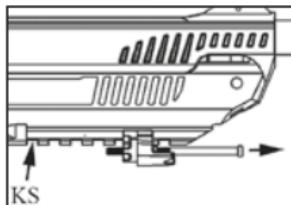
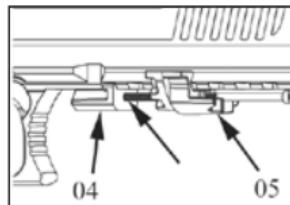

Рисунок 9
Рисунок 10
Как указано на (Рисунке 8.), вставьте винт за номером «05» на растяжной части за номером «03», соблюдая соответствующих направлений, так, что конец винта вышел на 7-8 мм. Растяжная часть за номером «03», которая изготовлена согласно (Рисунку 8.), должна быть размещена в нижний пикантин пистолета, как указано на (Рисунке 9.); здесь тоже надо соблюдать соответствующие направления, так, что головка винта должна быть в направлении выстрела с пистолета. Как указано на (Рисунке 10.), привинчивание к части за номером «03» должно быть выполнено так, что конец винта за номером «05» был вставлен в отверстие, которое находится на части за номером «04»; здесь следует соблюдать за тем, что он был вставлен в последнем отверстии пикантин канала (Рисунок 9.) (KS), в противном случае, сборка не будет успешной (Рисунок 10). Как указано на (Рисунке 11.), сборка выполняется так, что каналы бокового рукава за номером «02» вошли внутри конических каналов, которые указаны стрелкой рукава за номером «06». Затем, как указано на (Рисунке 12.), вставляется и второй рукав.